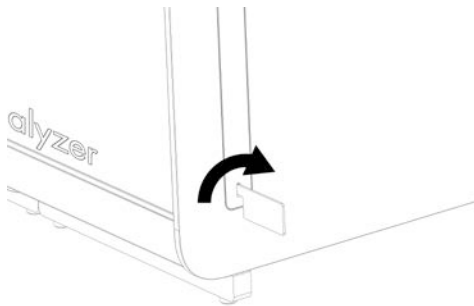

Figure 5. Retrait des couvercles de protection.
2. Retirez les couvercles de protection du côté du module analytique à l'aide de l'outil de retrait du couvercle de protection fourni avec le QIAstat-Dx Analyzer 1.0 (figure 5).